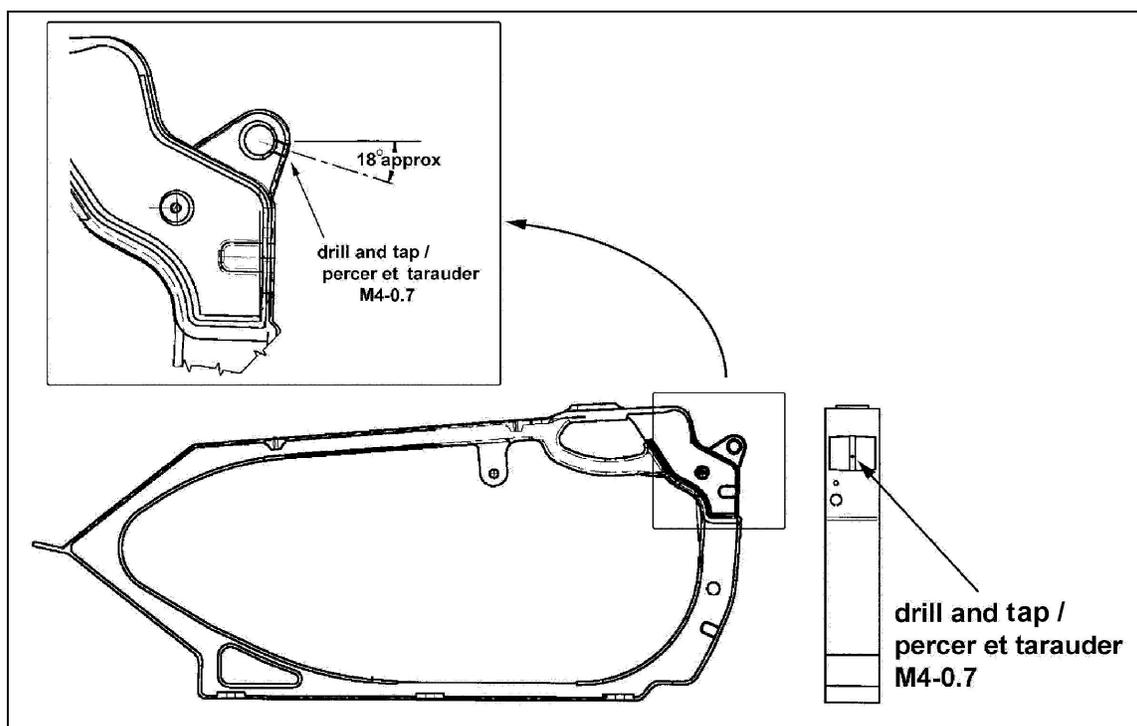
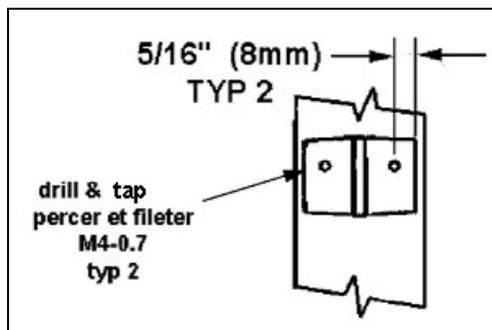

FIGURE 2 : VUE DU MONTANT
FIGURE 4 : MONTANT POUR PIVOT DE 3"
3. **REPLACEMENT DE DEUX PORTES CÔTE À CÔTE AVEC PIVOT DE 6"**. Poser la nouvelle porte en réutilisant les pivots et les manchons. Il est nécessaire de percer et de tarauder le montant entre les deux portes afin de fixer le pivot en place. Utiliser une vis #500587 pour fixer le pivot. Se référer aux figures 2 et 3.
4. **REPLACEMENT DE PORTES AVEC PIVOT DE 3"**. Lors du remplacement de ces nouvelles portes, il est préférable d'utiliser un seul pivot de 6" plutôt que de réutiliser ceux de 3". Dans ce cas, percer et tarauder le montant tel que montré à la figure 2. Il peut être nécessaire de repercer directement dans le trou de passage du pivot afin que celui-ci puisse traverser complètement le pilier. Utiliser une vis #500587 pour fixer le pivot en place. S'il est impossible d'utiliser des pivots de 6" comme dans le cas de la porte situé à l'arrière gauche du véhicule, réutiliser les pivots de 3" ainsi que les manchons de nylon existants. Percer et tarauder le montant tel que montré aux figures 4 et 5 et utiliser des vis #500587 pour fixer le pivot en place.